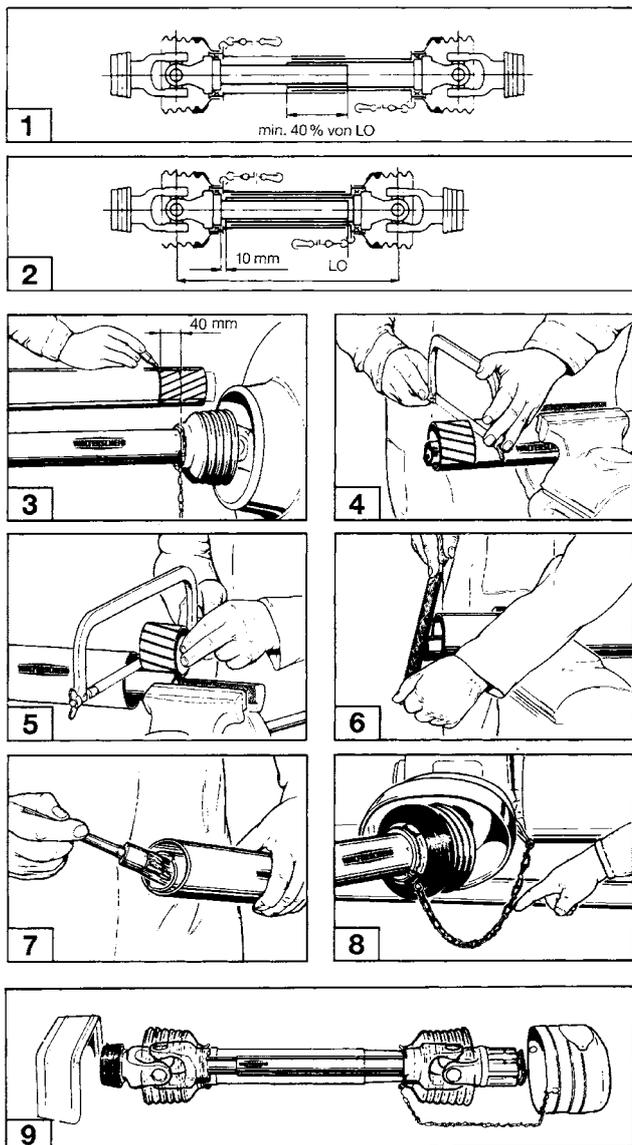

Fig. 6
**Adaptez la transmission au tracteur lors de la première opération d'attelage comme indiqué à la Fig. 6.** Cette adaptation n'est valable que pour ce type de tracteur exclusivement. Elle doit être répétée lorsqu'un autre tracteur doit être utilisé.